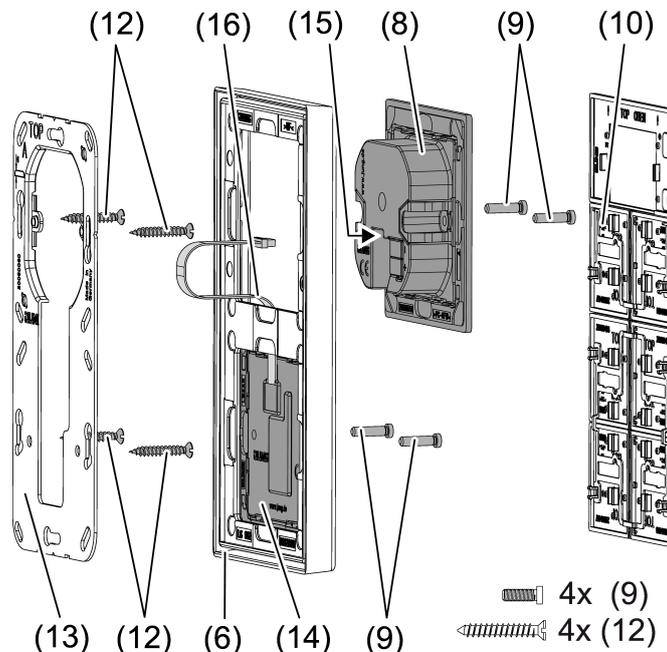

Bild 3: Montage mit Tastsensor-Erweiterungsmodul
Bei Verwendung des Tastsensor-Erweiterungsmoduls (siehe Bild 3): Bevorzugte Montage senkrecht. Großen Tragrings (13) verwenden. Bei Montage auf nur einer UP-Dose die unteren Schrauben in der Wand versenken, z. B. mit Bohrung  $\varnothing 6 \times 10$  mm. Tragrings als Schablone verwenden.
- Tragrings (5) bzw. (13) lagerichtig auf eine Gerätedose montieren. Kennzeichnung **TOP** = oben beachten; Kennzeichnung **A** oder **B** vorne. Dossenschrauben (12) verwenden (siehe Zubehör).
- Rahmen (6) auf Tragrings stecken.
- Tastsensor-Erweiterungsmodul (14) vorzugsweise unterhalb montieren. Anschlussleitung (16) zwischen Tragrings und Zwischensteg führen.
- Tastsensor-Erweiterungsmodul: Anschlussleitung (16) lagerichtig in Steckplatz (15) im Regler-Modul einsetzen. Anschlussleitung nicht quetschen (siehe Bild 3).
- Regler-Modul (8) mit KNX-Anschlussklemme (11) an den KNX anschließen und auf den Tragrings stecken.
- Regler-Modul (8) und Tastsensor-Erweiterungsmodul (12) optional mit Kunststoffschrauben (9) (siehe Zubehör) am Tragrings befestigen. Die Kunststoffschrauben nur leicht anziehen.
- Vor Montage der Bedienflächen (10) die physikalische Adresse in das Gerät laden (siehe Inbetriebnahme).